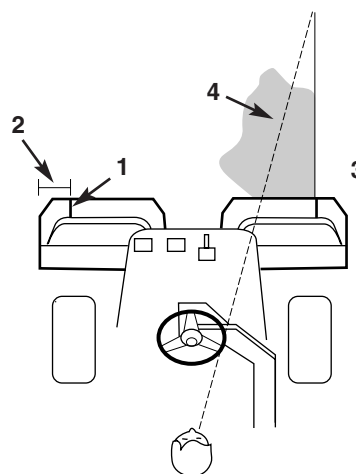

Figure 14
2. Marquer l'endroit d'une bande d'adhésif blanc ou d'une ligne peinte parallèlement au bord extérieur du panier (Fig. 14).
3. Chevaucher légèrement le bord de la bande tonduée précédente. Pour travailler en ligne droite et rester à une distance invariable du bord de la bande tonduée précédente, viser un point imaginaire à 2 ou 3 mètres (6 à 10 pieds) de la tondeuse, sur la ligne de séparation des zones tonduée et non tonduée (Fig. 14, 15). Il peut être utile de faire passer la ligne de visée par un point fixe sur la machine, tel que le bord du volant (Fig. 14, 15).